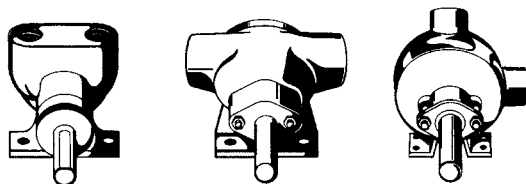
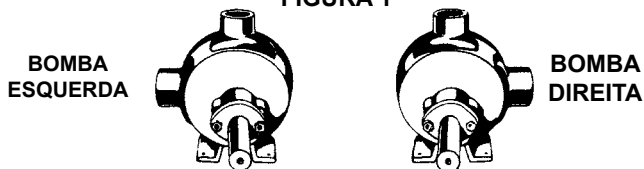

FIGURA 1
FIGURA 2
- Ajuste da conexão** - visto que as bombas possuem diferentes ajustes de conexão dependendo do modelo, o local da conexão deve ser verificado antes de iniciar a instalação. As conexões podem ser perpendiculares, opostas ou formar ângulo reto, **ver Figura 1**. As conexões que formam ângulos retos normalmente estão à direita, **ver Figura 2**; alguns modelos estão disponíveis com arranjos à esquerda; outros modelos estão disponíveis com as conexões de ângulo reto dispostas em qualquer uma das oito posições, inclusive a direita e a esquerda.